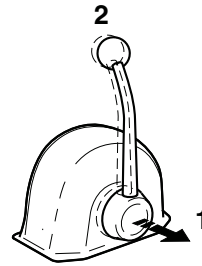

Figure 15
Lorsque vous tirez sur la poignée (Figure 15, (1)) , vous pouvez contrôler la vitesse du moteur sans engager l'engrenage marin. L'engrenage marin reste en position NEUTRE, aucune position de chargement. Tournez le bouton (Figure 15, (2)) vers la gauche pour bouger la poignée ou vers la droite pour la verrouiller.